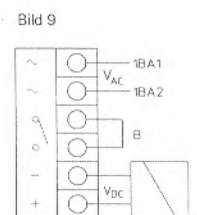

Bild 9
-> mit Gleichrichter und externer Versorgung  $V_{AC}$  -> Bild 9
with rectifier and external power supply  $V_{AC}$  -> Bild 9
Brücke B in -> Bild 9 entfernen und durch Schalt-
remove jumper B in -> Bild 9 and connect with a switch